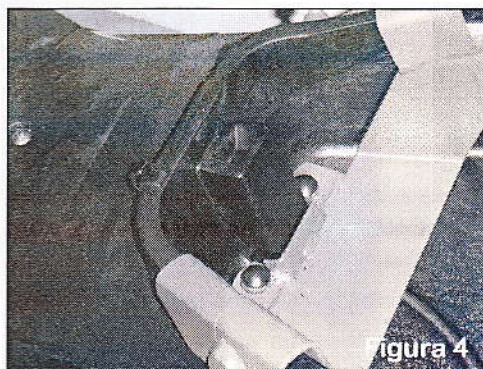

Figura 4
4. Colocar los tapones de plástico. (Figura 4).